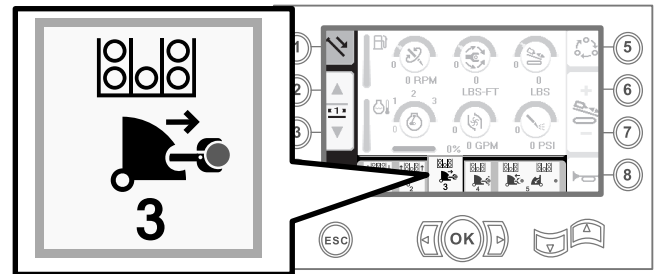

Figure 31
6. Relâchez l'interrupteur à bascule pour passer à l'étape suivante dans la séquence (Figure 31).